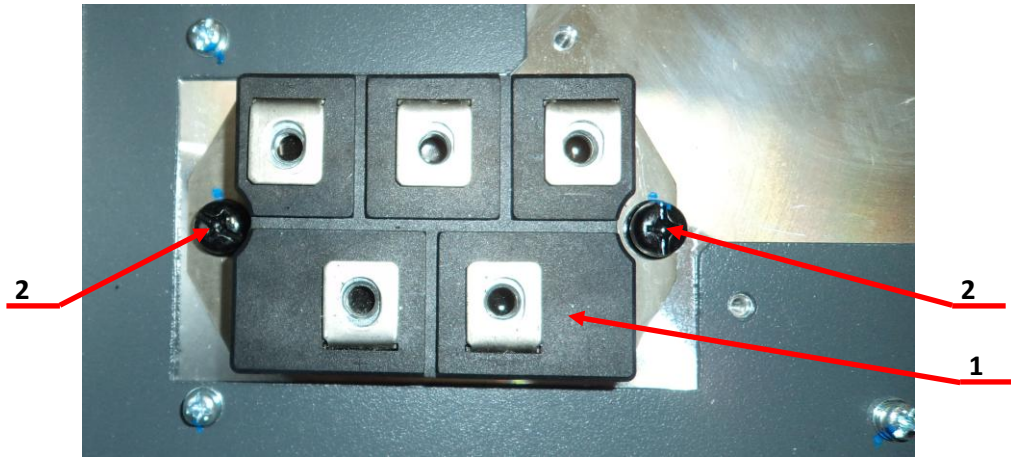

Рис.7.3
7.1.3. Установить диодный мост поз.1 на радиатор и закрепить его двумя винтами поз.2. (рисунок 7.3). Рекомендуемый момент затяжки винтов указан в таблице 7.1.